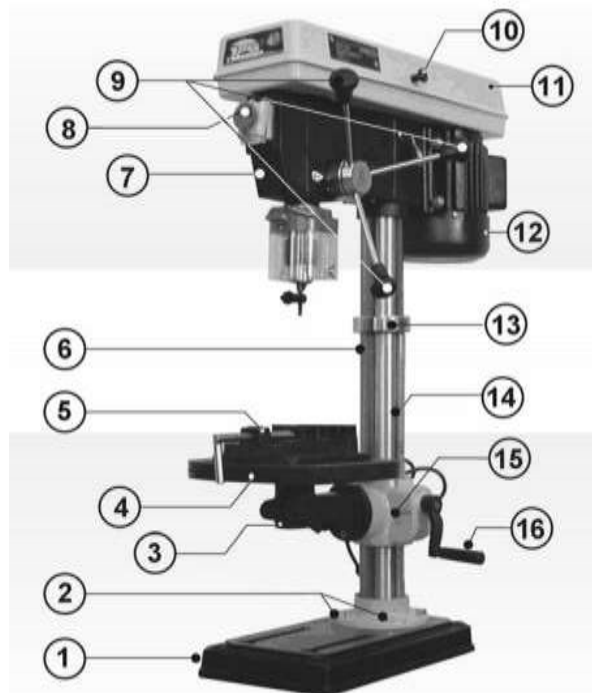

Рис.1
Станок состоит из следующих сборочных единиц и деталей, Рис.1:
9. СБОРКА И РЕГУЛИРОВКА, Рис. 1- 7